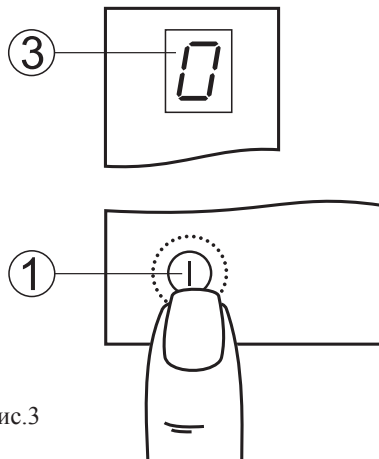

Рис.3
Коснуться зоны со знаком «①». Во всех окнах индикации конфорок загорится «0» (рис. 3).